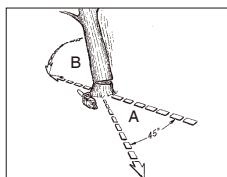

Fig. 11A
**AVVERTENZA:** Prima di tagliare bisogna aver pianificato un percorso alternativo in modo da non rimanere intrappolati quando l'albero cadrà. Tale percorso dovrebbe estendersi dietro, diagonalmente, rispetto alla parte posteriore del percorso di caduta previsto, come illustrato nella Fig. 11A.
**AVVISO:** la direzione di caduta (B) viene determinata dall'intaglio a tacche. Prima di effettuare tagli, prendere in considerazione la posizione dei rami più grandi e l'inclinazione naturale dell'albero per determinarne la via di caduta.
**AVVERTENZA:** Non appena il taglio di caduta si avvicina al punto di ancoraggio, l'albero dovrebbe cominciare a cadere. Quando un albero comincia a cadere, rimuovere la sega dal taglio, arrestare il motore, posare la motosega, e lasciare l'area attraverso il percorso di fuga (Fig. 11A).